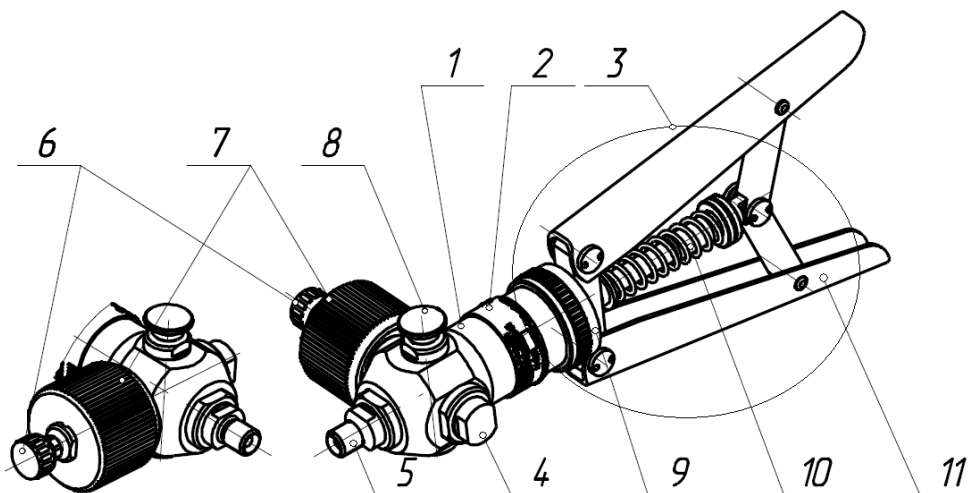

Рисунок 1 – Насос Н-2,5 У(УС)
Насос состоит из корпуса насоса (поз. 1, рис. 1) на котором крепится табличка (поз. 2), рычажный механизм (поз. 3), клапан сброса давления (поз. 6), узел точной настройки (поз. 7), узел переключения режима работы насоса (рис. 8). Для подсоединения к насосу стоек используются пневмошланг и переходные штуцеры, входящие в комплект насоса Н-2,5УС и Н-2,5УПС (на рисунке не показаны). Выходная линия давления, заглушенная заглушкой (поз.4), предназначена для подсоединения модуля давления калибратора (модели Н-2,5У и Н-2,5УП) или дополнительной стойки (модели Н-2,5УС и Н-2,5УПС). В другую выходную линию давления ввернут штуцер (поз. 5) для подсоединения пневмошланга
Рычажный механизм насоса (поз. 3, рис. 1), предназначен для создания предварительно го давления. Узел точной настройки (поз. 7, рис. 1) служит для создания точного давления.
Клапан сброса (поз. 6, рис. 1) предназначен для сброса давления. Узел переключения режима работы насоса (поз. 8, рис. 1) служит для переключения режима создания избыточного давления и разрежения
1.5.1 На прикрепленной к насосу табличке (поз. 2, рис. 1) нанесены следующие надписи:
При использовании насоса совместно с калибратором давления в качестве источника создания давления (модель Н-2,5У и Н-2,5УП) следует к выходной линии (поз. 4, рис. 1) подсоединить модуль давления калибратора а к выходному штуцеру (поз. 5, рис. 1) поверяемый прибор, используя пневмошланг.
При использовании насоса в качестве сравнительной помпы (модель Н-2,5УС и Н-2,5УПС), следует подсоединить к выходной линии (поз. 4, рис. 1) эталонный прибор, используя пневмошланг и стойку, а к выходному штуцеру (поз. 5, рис. 1) поверяемый прибор, также используя пневмошланг и стойку.
Давление в системе создается с использованием рычажного механизма насоса (поз. 3, рис. 1), узлом точной настройки (поз. 7, рис. 1), клапана сброса (поз. 6, рис. 1) и узлом переключения режима работы насоса (поз. 8, рис. 1). Максимальное давление, которое возможно
- закрутить винт клапана сброса (поз. 6, рис. 1) вращая ручку по часовой стрелке;
- перевести насос в режим создания избыточного давления, надавив ручку узла переключения режима работы насоса (поз.8, рис.1) до упора;
- максимально выкрутить ручку узла точной настройки (поз. 7, рис. 1), а затем закрутить ее обратно на 4-6 полных оборотов
- с помощью рычажного механизма (поз. 3, рис. 1) создать предварительное давление близкое к требуемому
- вращением ручки узла точной настройки (поз. 7, рис. 1) установить требуемое выходное давление
Снижение давления осуществляется с помощью клапана сброса (поз. 6, рис. 1) или узла точной настройки (поз. 7, рис. 1).
После завершения работы с насосом, сбросить давление в системе до атмосферного выкрутив винт клапана сброса (поз. 6, рис. 1).
Для создания разрежения необходимо перевести насос в режим создания разрежения вытащив до упора ручку узла переключения режима работы (поз.8, рис. 1).
- открутить кольцо (поз. 9, рис. 1) с корпуса насоса (поз. 1);
- скрутить ручку узла точной настройки (поз. 7, рис. 1) с корпуса узла точной настройки;
- скрутить ручку узла точной настройки (поз. 7, рис. 1) с корпуса;